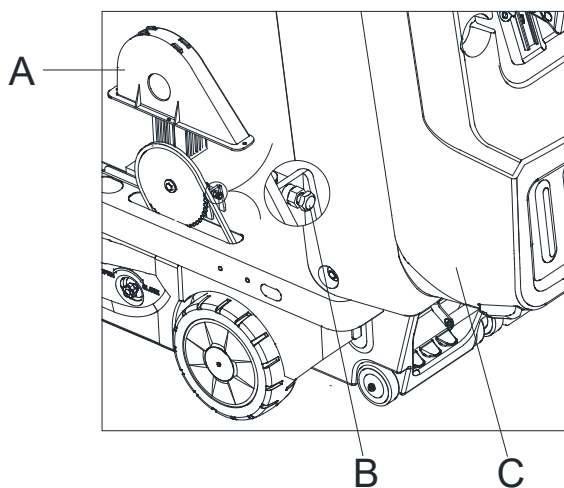

Figura 37
6. Abra a tampa (C, Figura 37).
7. Remova a tampa de proteção da corrente (A, Figura 37).
8. Ajuste o parafuso de ajuste da corrente (B, Figura 37) para garantir que a corrente tenha a tensão apropriada.